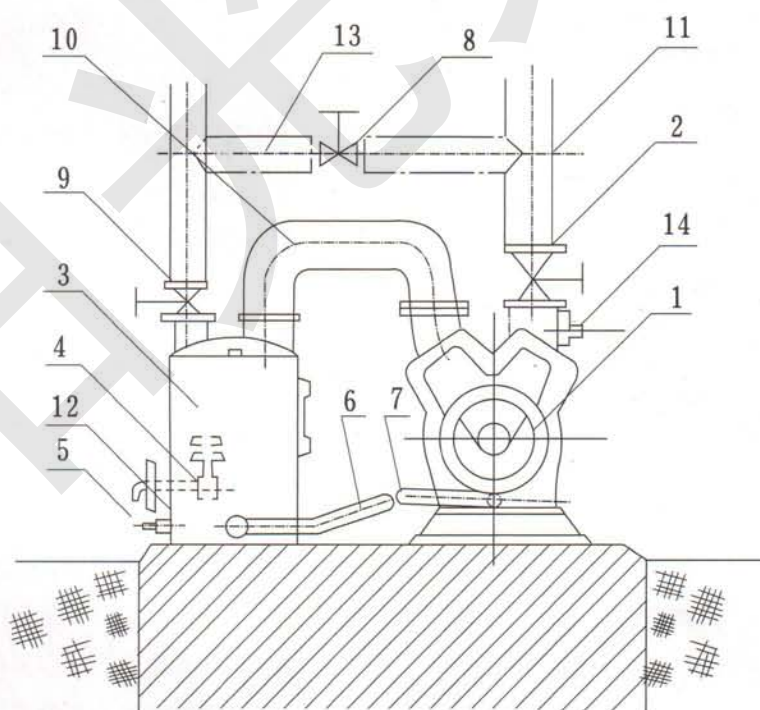

图11
真空泵及压缩机与气水分离器的工作过程如(图11)所示。气体由管路(11)经阀门(2)进入水环泵(1),然后经导气弯管(10)进入气水分离器或水箱(3)中,带水的气体在气水分离器中分离后,气体再经阀门(9)送到需要的地方去,而水则留在水箱内,为了使箱内的水位保持一定而设有自动浮子开关(4),当水位升高时浮子升起放水阀被打开,水就从管(12)流出,当水位降低时浮子下落,放水阀被关死,这样箱内的水便能保持着需要的水位。内水环的用水是由水箱供给的,供水量的大小靠连通管(6)上的阀门(7)调正。水由泵出来到水箱内,由水箱回到泵内,循环次数多了便会发热,尤其压缩气体发热更快,这样就需要由管(5)向箱内注入冷水。有时排气量超出需要时可将阀门(8)打开进行调解。
压缩各种气体的装置,根据其使用条件不许将这些气体排出者,应在进气管与排气管之间将一个气管(13)(图11)其直径与装于其上的闸阀(8)直径相同,以便在很大限度内调节气量。
- 1、关闭进气管上的闸阀(2)(图11)。